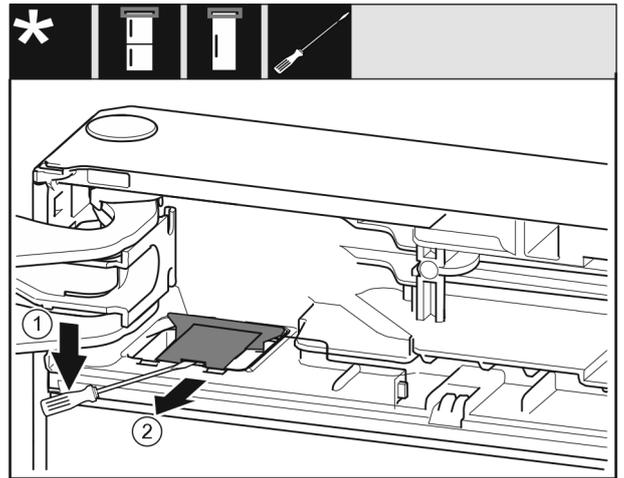

Fig. 9
- ▶ Use un destornillador de punta plana para desenganchar la cubierta y levantarla. Fig. 9 (1)
- ▶ Retire la cubierta. Fig. 9 (2)